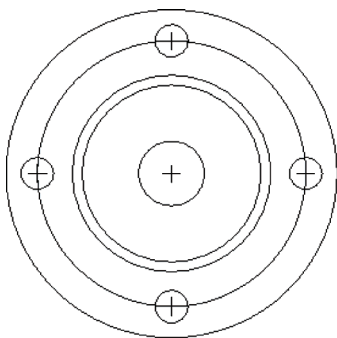

图 3-47 打开模型文件
STEP 01 单击快速访问工具栏中的“打开”按钮, 打开模型文件, 如图 3-47 所示。